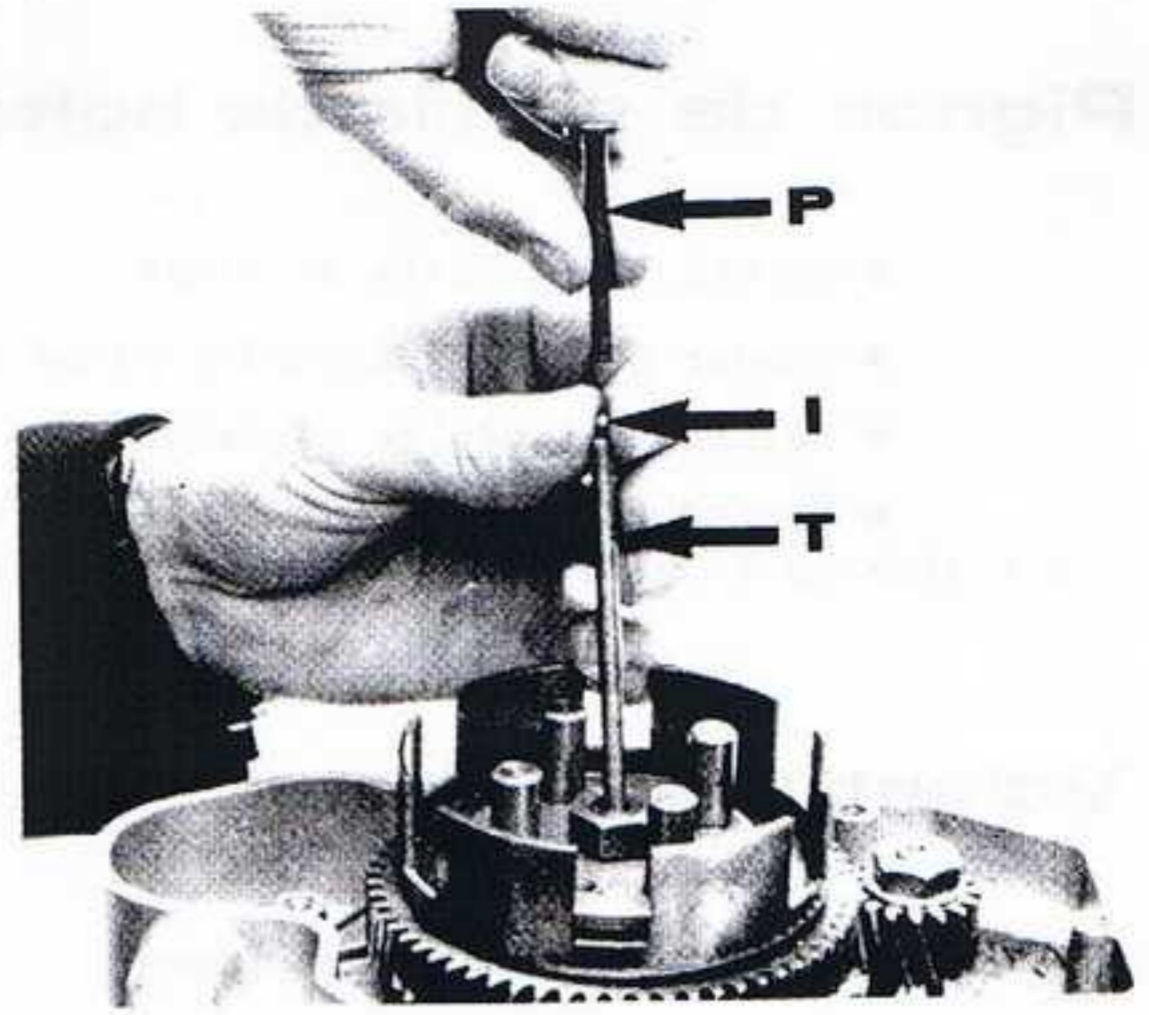

fig. 51
la tige de poussée à tête (P) (fig.51)